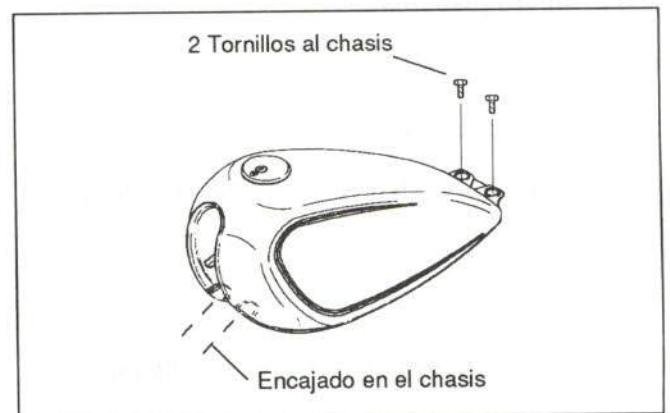

Figura 31.- Unión del depósito de combustible
En la figura 31 se detalla el montaje de esta pieza.
- Depósito (figura 31)
- Depósito de combustible (figura 31)